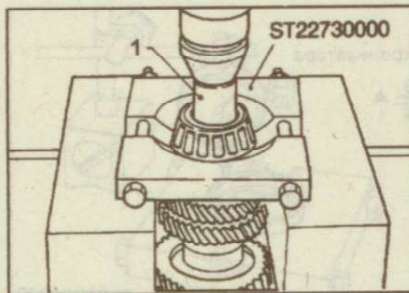

Рис. 9.222. Использование пресса и оправки (1) для снятия заднего подшипника вторичного вала
2. Снимите задний подшипник вторичного вала (рис. 9.222).